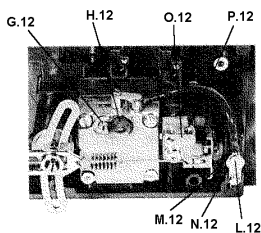

Fig.12
6.6 Inversion de l'action (Fig.12)